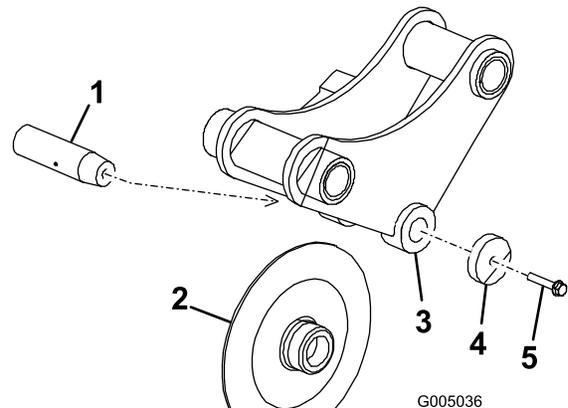

Bild 15
1. Schrauben Sie die Stiftschraube des Bügels ungefähr 1,3 cm heraus und schlagen Sie dann mehrmals mit dem Hammer darauf, um den Stift zu lösen (Bild 15).
2. Nehmen Sie die Stiftschraube am Bügel, die Scheibe, den Bügel und den Bügelstift ganz ab (Bild 15).
3. Setzen Sie den neuen Bügel in die Bügelhalterung (Bild 15).
4. Schieben Sie den Bügelstift durch die Halterung und den Bügel und befestigen Sie ihn mit der Stiftschraube des Bügels und der Scheibe (Bild 15).